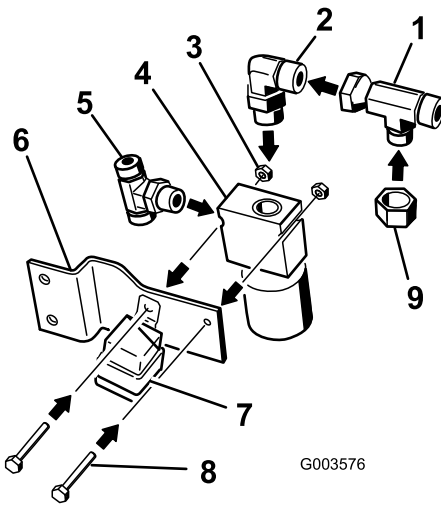

Bild 11
1. Montieren Sie die Anschlussstücke mit den Winkeln, die in den Bildern angegeben sind. Montieren Sie das T-Stück seitlich am Ventil. Siehe Bild 11 für das richtige T-Stück.
2. Montieren Sie ein kleines 90-Grad-Anschlussstück oben am Ventil (Bild 11).
3. Montieren Sie den T-Adapter am 90-Grad-Anschlussstück. Siehe Bild 11 für das richtige T-Stück.
4. Montieren Sie die Abdeckkappe am T-Adapter (Bild 11).
6. Befestigen Sie das Ventil mit zwei Schrauben (1/4" x 1-3/4") und zwei Muttern (1/4") an der Ventilhalterung (Bild 11).